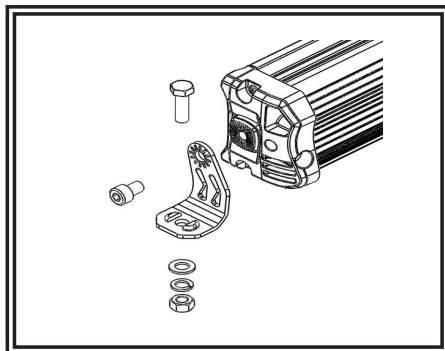

Figure 3
1. Fixer sans serrer les supports aux extrémités de la barre, comme indiqué en FIGURE 3.
1. Befestigen Sie die Halterungen lose an den Enden der Leiste, wie in ABBILDUNG 3 dargestellt.